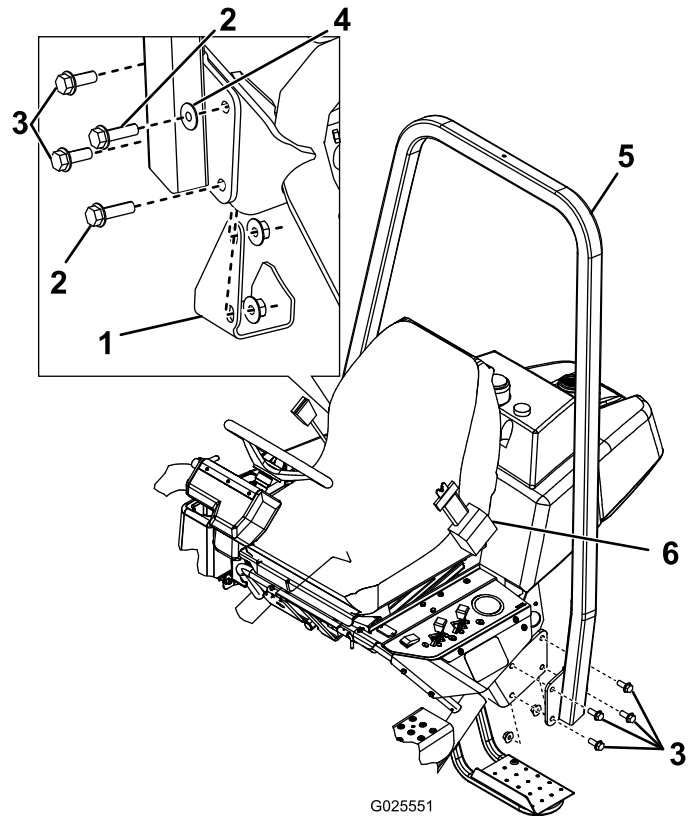

Figure 6
- Abaissez le cadre ROPS (Figure 6) sur les supports de montage, en alignant les trous de fixation.
- Fixez le côté gauche de l'arceau de sécurité au support de montage avec 4 boulons (1/2 x 1,5 po) et contre-écrous (Figure 6).
- Fixez le côté droit de l'arceau de sécurité et l'appui de cric déposé précédemment sur le support de fixation au moyen de 2 boulons (1/2 x 1,5 po), 2 boulons (1/2 x 1,75 po), 1 rondelle et des contre-écrous, comme montré à la Figure 6.
Important: Veillez à placer la rondelle à l'emplacement correct, comme montré à la Figure 6.